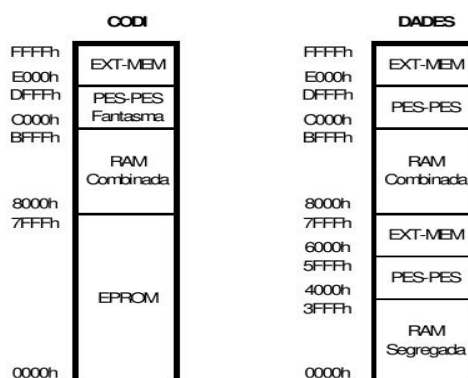

Figura 3.13: Memòria Olorim
- Zona combinada que permet la càrrega de programes (veure figura 3.13)